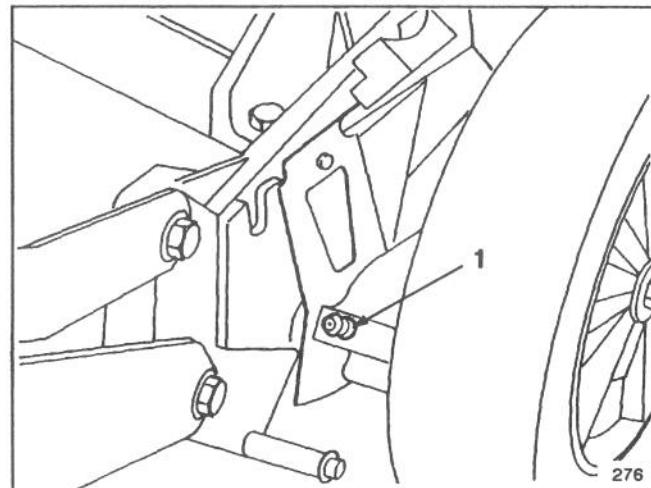

Abb. 28
2. Die Verstellhebel für die Schnitthöhe der Hinterräder auf "C" einstellen. Alle Schmiernippel mit einem Lappen sauberwischen (Abb. 28). Eine Fett presse ansetzen und in jeden Nippel zwei bis drei Hübe Mehrzweckfett #2 auf Lithiumbasis einpressen. Zu starker Druck kann die Abdichtungen beschädigen.